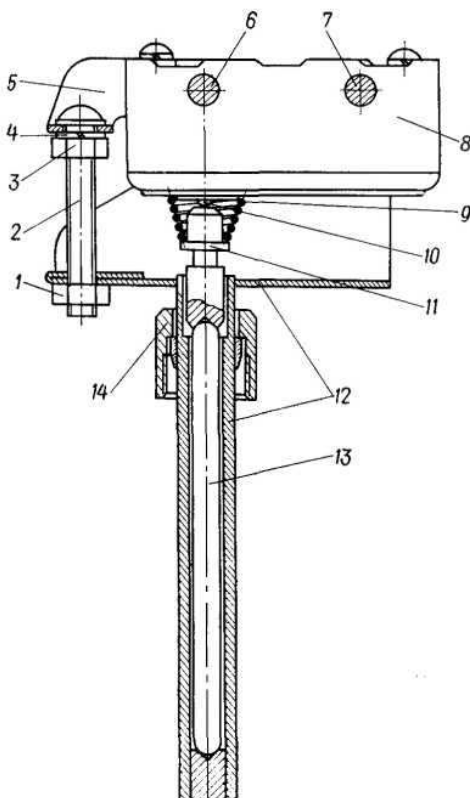

Рис. 253. Переключатель температурный:
На отопительной установке установлен температурный переключатель, устройство которого показано на рис. 253. Принцип его работы основан на применении материалов с различными коэффициентами линейного расширения при нагреве: стальная трубка держателя 12 удлиняется на значительно большую величину, чем установленный в неё кварцевый стержень 13. При этом пружина 9 отжимает шток 11 от толкателя 10 микропереключателя 8 (тип МП-2101) и при определённой температуре (на установившемся режиме работы установки) подвижной контакт «0» микропереключателя переключается с контакта НЗ на контакт НО (рис. 254).
- отвинтите контргайку 1 (рис. 253). Отвинтите к середине винта 2 гайку 3;
предварительная регулировка (при сборке переключателя) — плавное завинчивание винта 2 (рис. 253) до момента, когда шток 11 подвинет толкатель 10 до щелчка в микропереключателе (щелчок должен появиться при перемещении толкателя штоком на 0,2...0,4 мм от места их соприкосновения, что равно повороту регулировочного винта на 1/3-1/2 оборота). С момента щелчка закрутите винт ещё на пол-оборота. Гайки 1 и 3 при этом оставьте недовернутыми на 1,5...2 оборота;